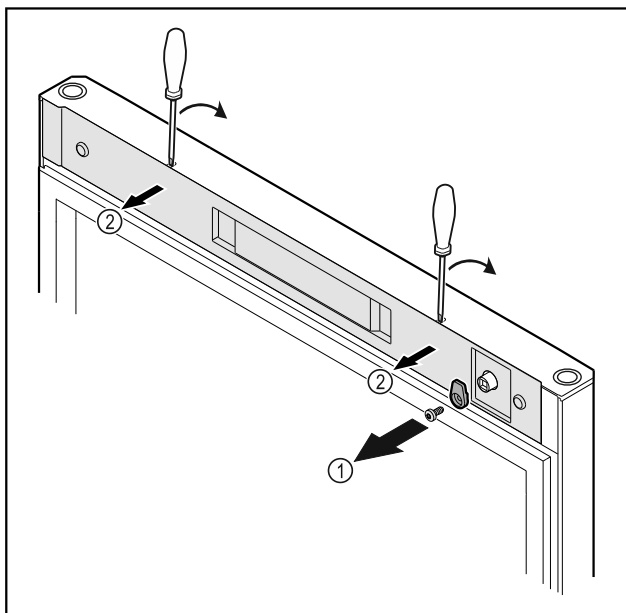

Fig. 17
- Dévisser le crochet de fermeture Fig. 17 (1).
- Décrocher le cache Fig. 17 (2) avec un petit tournevis et le retirer.